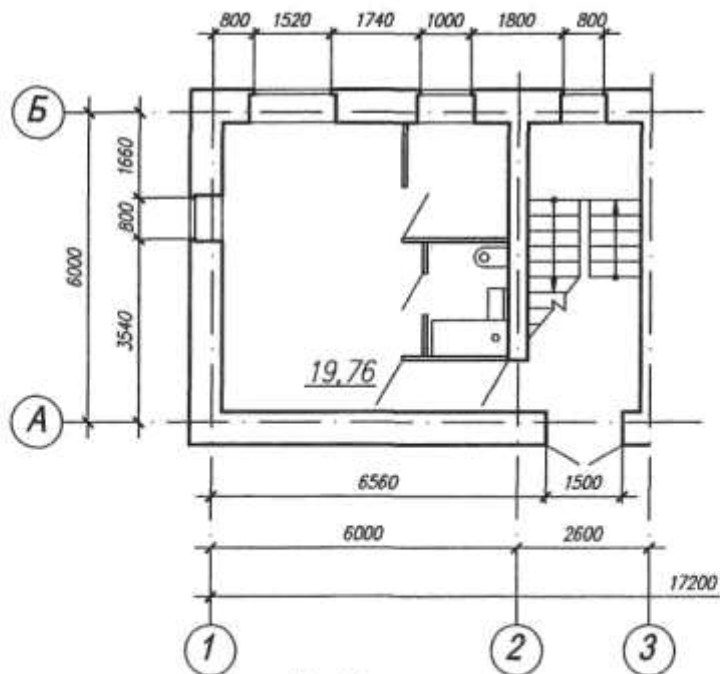

Рис.11
15. Нанесение размеров (рис. 11).
16. Простановка площадей (рис. 11).
17. Нанесение обозначений координационных осей (рис. 11).